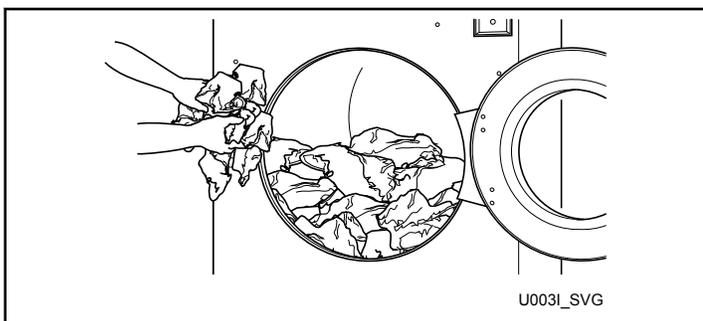

Рис. 40
3. Загрузите максимальную загрузку. НЕ ПЕРЕГРУЖАЙТЕ. См. Рис. 40 .